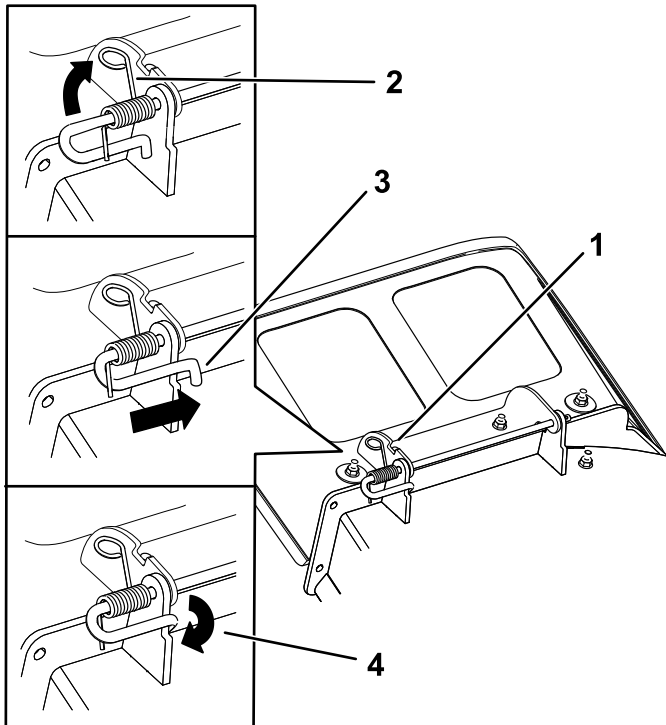

Figura 79
3. Posicione o novo defletor de descarga com as extremidades do suporte entre os postes soldados na plataforma como se mostra na Figura 79.
5. Posicione a mola na barra como se mostra na Figura 79 de forma a que a extremidade mais pequena da mola saia por baixo da barra antes da dobra e que passe por cima da barra quando regressa da dobra.
6. Eleve a extremidade com volta da mola e coloque-a no entalhe do suporte do defletor (Figura 79).
7. Prenda o conjunto da barra e mola rodando-o de forma a que a extremidade curta da barra esteja por detrás do suporte do cortador soldado à plataforma (Figura 79).